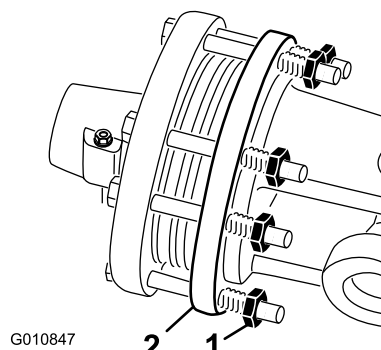

Figura 35
1. Al final de la temporada, desenrosque cada una de las tuercas del embrague 2 vueltas (Figura 35).